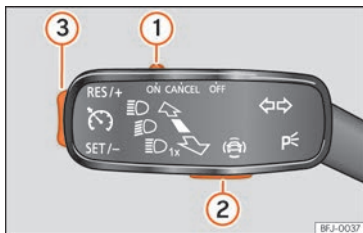

Fig. 252 A sinistra del piantone dello sterzo: comando e tasti per l'uso del regolatore di velocità.
Se si desidera disattivare temporaneamente il limitatore di velocità, ad esempio per sorpassare un altro veicolo, porre il comando » fig. 252 ① della leva degli indicatori di direzione in posizione **CANCEL** porre la terza leva nel punto di pressione **CANCEL** o premere il tasto ② di qualsiasi leva.